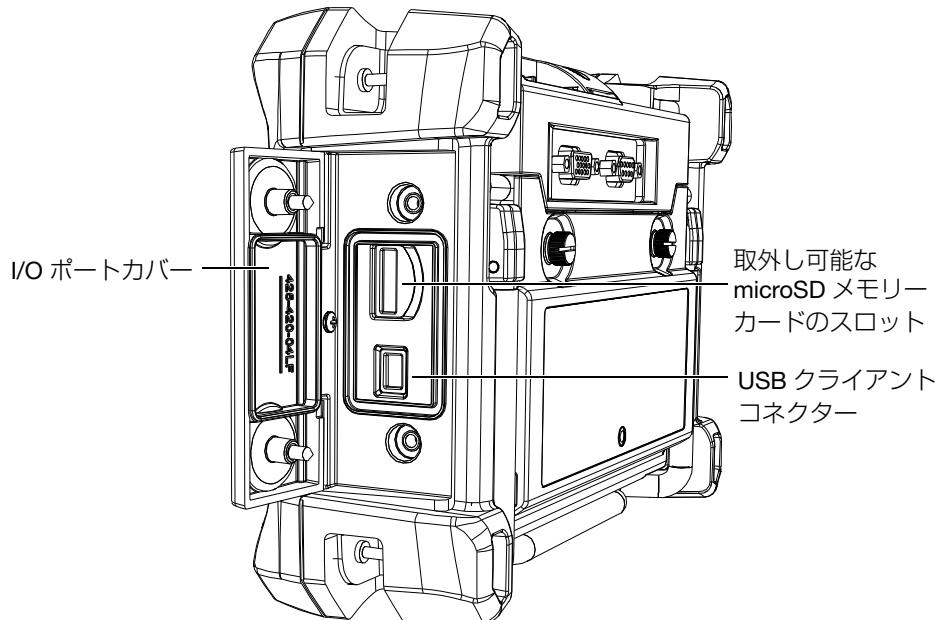

図 8-5 I/O ポートカバーに保護されているコネクター
- microSD メモリーカードが、Magna-Mike 8600 の右側の I/O カバーで覆われているスロットに挿入されているか確認します (140 ページ図 8-5 参照)。
1. microSD メモリーカードが、Magna-Mike 8600 の右側の I/O カバーで保護されているスロットに挿入されていることを確認します（140 ページ図 8-5 参照）。